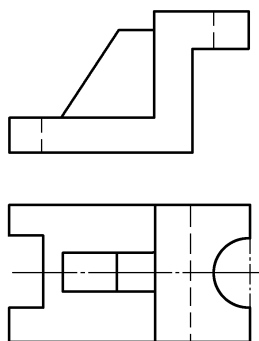

图 27
27. 根据主视图、俯视图 (图 27)，补全基本视图 (画出所有虚线)。